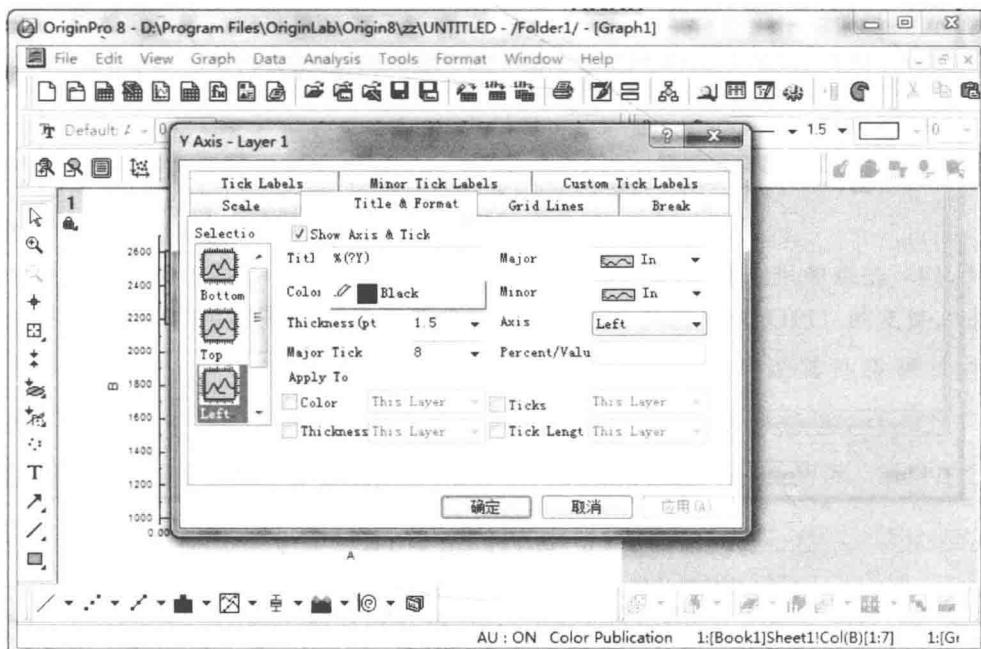

图 2-7 坐标轴设置对话框
注：1. 坐标轴调整：①双击 X 轴或 Y 轴，弹出 X(Y) Axis-Layern 对话框，见图 2-7。可在左侧 Selection 中选择合适的图标，以确定需要更改的坐标轴。其中 Horizontal/Bottom/Top 默认为 X 轴；Vertical/Left/Right 默认为 Y 轴；Z Axis/Front/Back 默认为 Z 轴。②在坐标刻度 (Scale) 窗口中，在 From 和 To 栏内输入数值，设置坐标轴的数值范围。刻度类型有标准线性刻度坐标 Linear、对数坐标（以 10 为底的对数 lg，自然对数 ln，以 2 为底的对数 log2）、倒数刻度 Reciprocal 等多种。若在 Increment 位置输入值，决定轴上显示的数值。如设置递增值为 4，则每隔 4 显示一个坐标轴的数值。若在 # Major 位置输入值，Origin 将自动设置与之相近的主刻度标记的数量。在 # Minor 位置输入值，